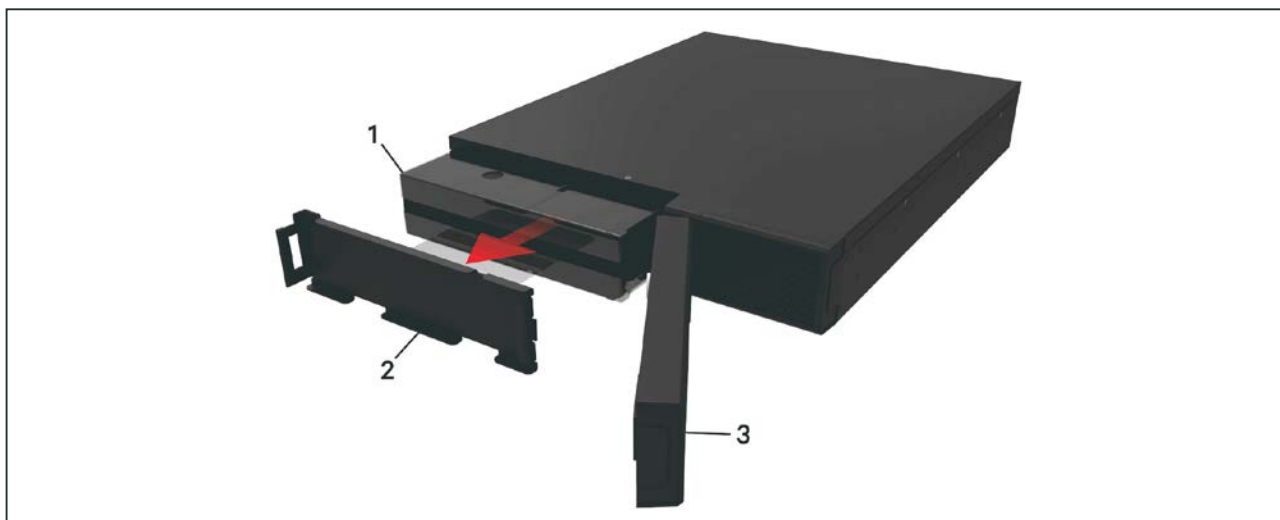

図 5-1 バッテリーパックの交換
1. UPS前面パネルの左手前にあるボタンを押してパネルを開けてから、バッテリー・ドアのネジを外します (図5-1)。
3. バッテリー・ハンドルをつかんでバッテリー・パックを引き抜きます (図5-1)。